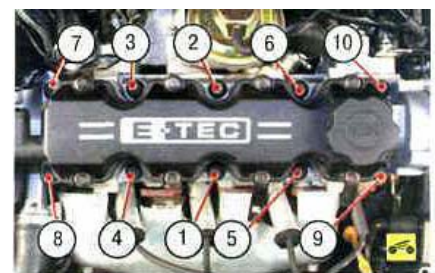

Рис. 5.4 Последовательность затяжки болтов крепления головки блока цилиндров
на рис. 5.4. в три приема: выверните болты на пол оборота, выверните болты еще на пол-оборота, окончательно выверните болты.
Затягивайте болты на холодном двигателе в последовательности, показанной на рис. 5.4, в пять этапов: 1-й - затяните болты моментом 25 Нм (2,5 кгс/м²); 2-й - поверните болты на угол 60°; 3-й - дополнительно поверните болты на угол 60°, 4-й - еще дополнительно поверните болты на угол 60°; 5-й - окончательно заверните болты на угол 10°;
12. Установите на двигатель головку блока цилиндров, а корпус распределительного вала на головку и затяните болты их крепления в последовательности, показанной на рис. 5.4 «см. «Замена прокладки головки блока цилиндров», с. 79), моментом, приведенным в приложении 1.